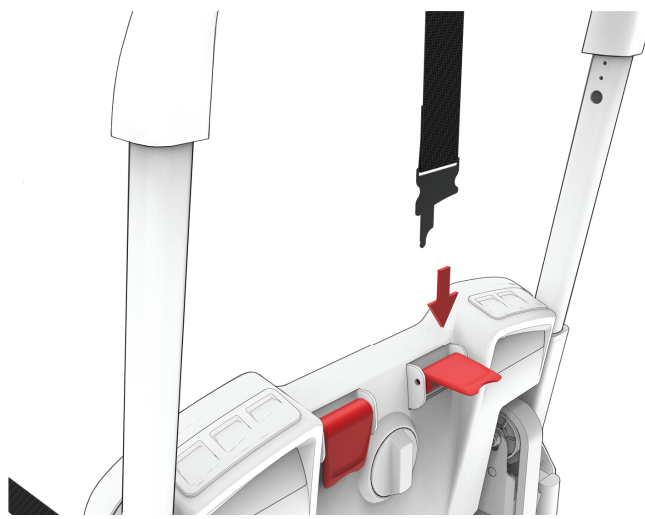

**Figur 22 – Ryggstödsklämma till stängposition**
4. Fäst patientens högra ryggstödsklämma på patientens högra ryggstödsstolpe (Figur 22). Skjut ryggstödsklämman uppåt tills det mindre hålet låses på plats.